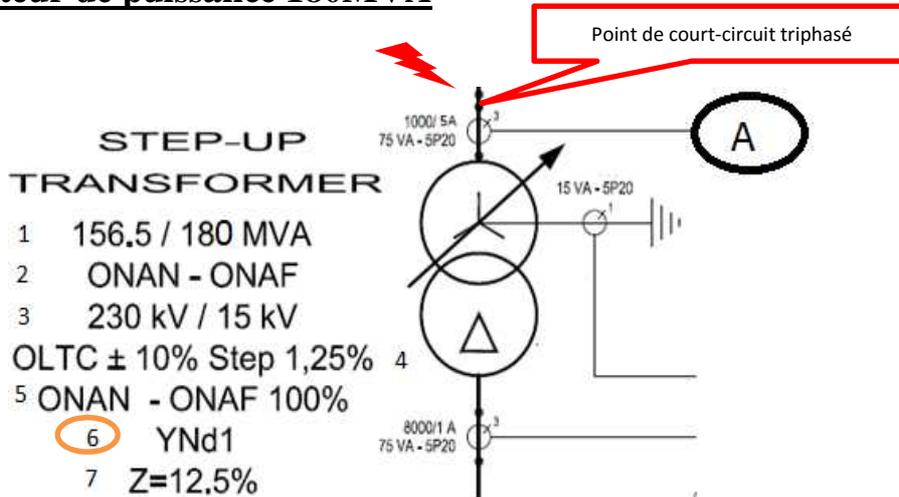

Figure 1
- 1- La figure 1 ci-dessus représente un extrait d'un unifilaire d'un transformateur de puissance. Donnez une définition claire et précise de chacune des lignes 1 à 7 et le diagramme vectoriel de phase associé au point 6.
On définira par 'a' un nombre complexe dont les grandeurs module et phase sont définies par la figure 1 :